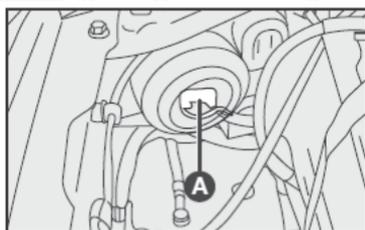
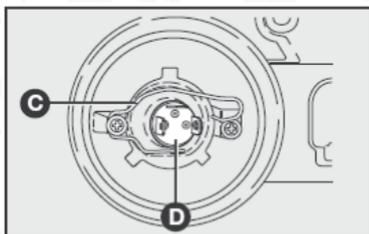

fig. 31
fig. 33
- 1) Suelte el conector A-fig. 31 de alimentación del faro;
- 3) Quite el portalámparas D - fig. 33 presionando la presilla C - fig. 33 y abriéndola lateralmente;
6) Reenganche la presilla de fijación C - fig. 33, colocando por último la tapa plástica B-fig. 31;
7) Reinstale el conector A-fig. 31.